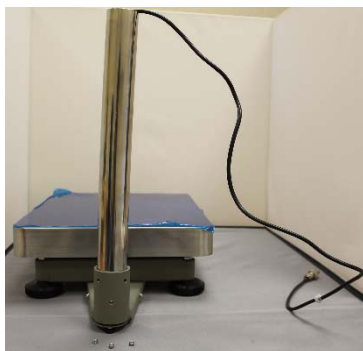

fig. 3
- Retournez la base et faites passer le câble du capteur de pesage par la colonne. Places la colonne dans le support le plus bas, et, avec les 3 vis sans tête, fixez la colonne en place (fig. 3).